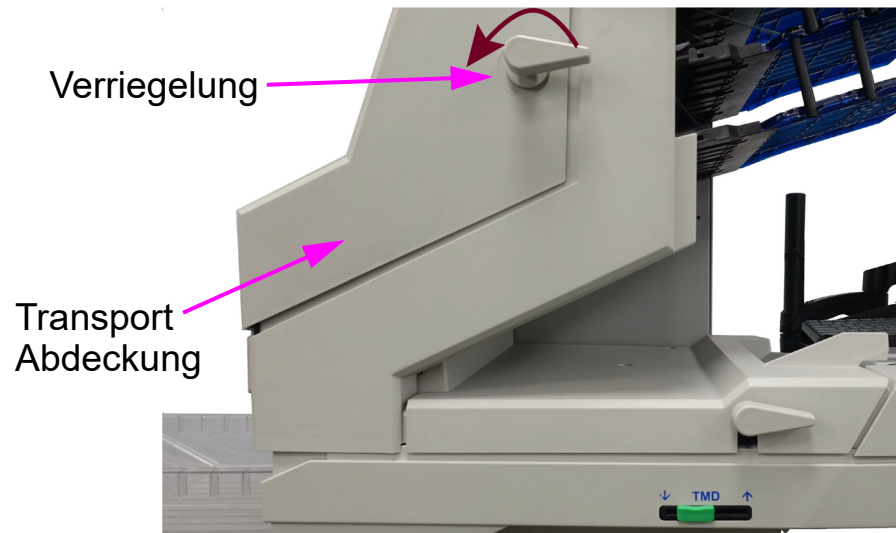

Abbildung 4-29: Öffnen der Transportabdeckung
1. Drehen Sie die Transportverriegelung gegen den Uhrzeigersinn und ziehen Sie die Transportabdeckung vom Scanner ab (Abbildung 4-29).